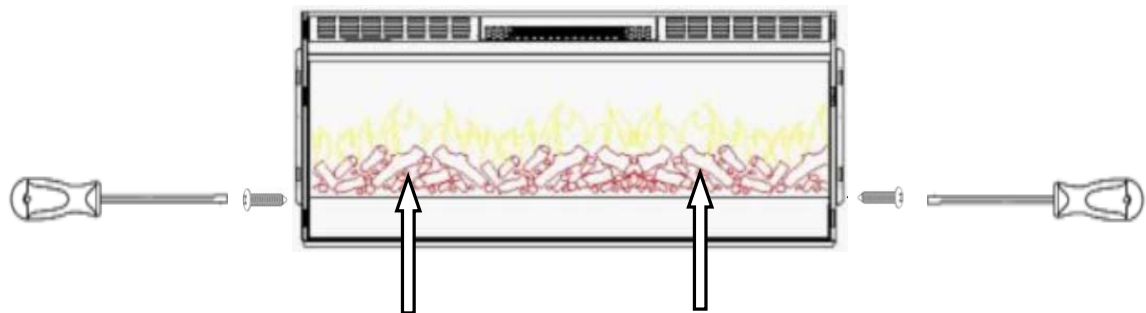

Ilustración 1.
C. Colocar la unidad boca abajo sobre una superficie suave y no abrasiva. Retirar el soporte de la parte posterior de la unidad retirando los tornillos, consultar la Ilustración 1.
- C. Si su chimenea viene con MATERIALES DE CRISTAL: necesita usar el destornillador para quitar los dos tornillos en ambos lados, luego sacar el leño. **Ilustración 1.**